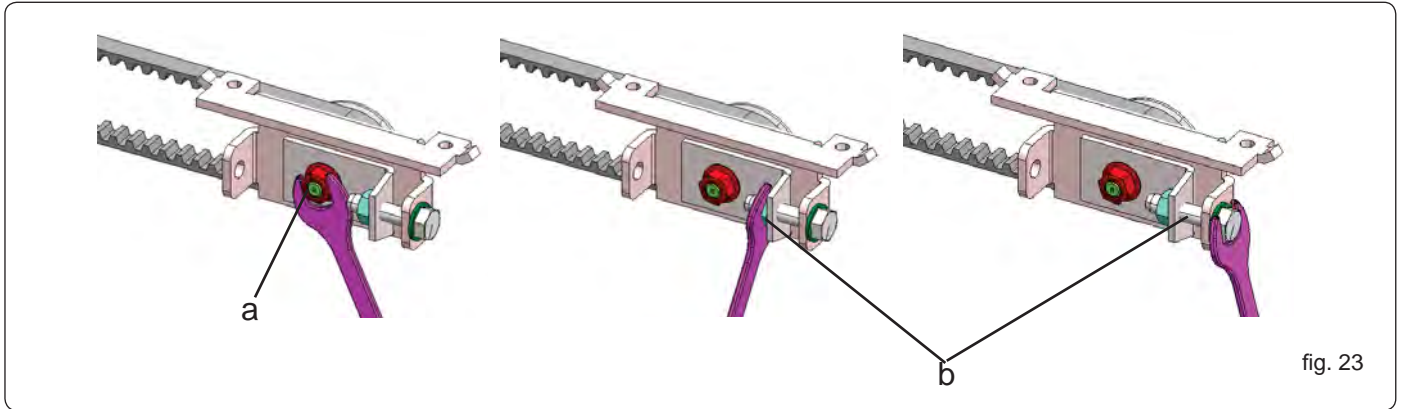

fig. 23
- Lossa bulten (Fig. 23 ref. a).
- Vrid skruven och bulten (Fig. 23 ref. b) för att spänna eller släppa bältet.
- Efter kontroll av spändhet, dra åt bulten (Fig. 23 ref. a)